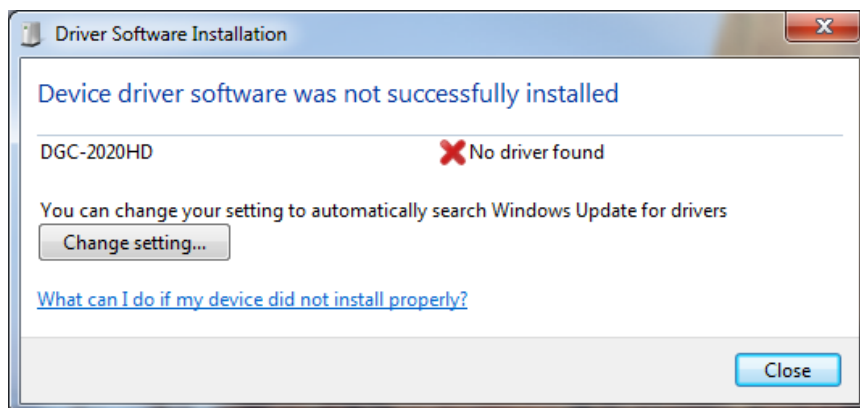

Figura 9-1. Instalación del software del controlador
- Paso 1: Si aparece el mensaje que consta en la Figura 9-1, cierre todos los programas y reinicie la computadora.